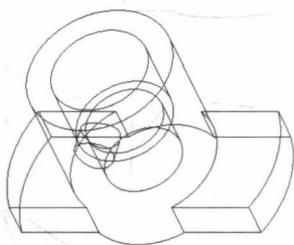

图 1-6 线框显示方式
- (1)  线框：使隐藏线显示为实线，如图 1-6 所示。